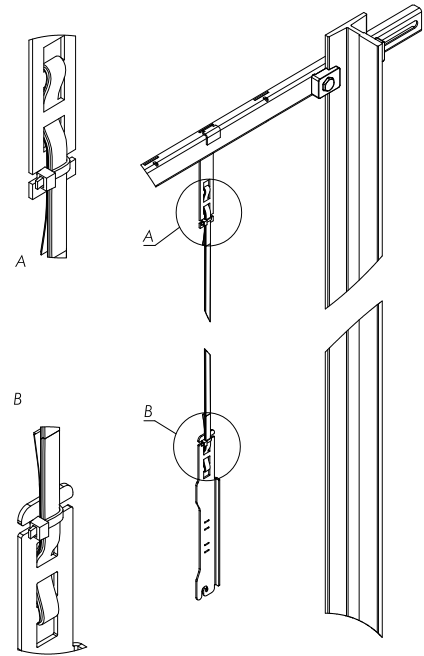

FIG 4
- D Der Bandhalter muss bei diesem Schritt im Querträger sein. Fädeln Sie nun das Band in den Bandhalter wie im Bild gezeigt. Achten Sie auf die Orientierung des Bandes. Die Magnetseite muss später zum Sensorkörper zeigen. Das Prinzip funktioniert wie ein selbsthemmender Gürtel. Lassen Sie mindestens 20 cm Band überstehen und drücken Sie das Band im Bandhalter flach. Ein Knick im oberen Bogen ist gewünscht. Sichern Sie zum Schluss das Band mit einem Kabelbinder am unteren Ende des Bandhalters (siehe FIG4).
- E This step must be done with the clamp inside the crossbeam. Thread the tape through the clamp and back down, as shown. Mind the orientation of the tape – the magnet side must face the sensor body later on. Basically, the fixture works like a self-locking belt. Leave at least 20 cm tape at the spare end. Press the loops flat in the clamp. There should be a break in the upper loop. In the end, secure the tape with a cable tie at the bottom of the clamp (see FIG 4).
- F Cette étape doit être effectuée avec l'attache insérée dans la traverse. Glissez la bande dans l'attache puis repassez. Attention au sens de la bande - la face magnétique doit être située du côté du corps du capteur. Laissez au moins 20 cm de bande dépasser l'extrémité de l'attache. Tirez alors sur la bande pour replier la boucle et sécuriser la en installant un serre câble (voir FIG 4).
- D Nach dem Verlegen des Bandes im Aufzugschacht, bringen Sie den Bandhalter für Positionsschalter am unteren Ende des Bandes an. Lassen sie mindestens 20 cm Band überstehen und drücken Sie das Band im Bandhalter flach. Ein Knick im unteren Bogen ist gewünscht. Sichern Sie zum Schluss das Band mit einem Kabelbinder am oberen Ende des Bandhalters (siehe FIG 4).
- E After the tape has been installed in the shaft, fix the tape fixture for the position switch to the lower end of the tape. Leave at least 20 cm at the spare end and press the loop flat in the clamp. There should be a break in the lower loop. The end, secure the tape with a cable tie at the top of the clamp (see FIG 4).
- F Une fois la bande installée dans la cage d'ascenseur, installez à l'extrémité basse de la bande l'attache pour interrupteur Laissez au moins 20 cm de bande dépasser l'extrémité de l'attache. Tirez alors la bande pour replier la boucle et sécurisez la en installant un serre câble (voir FIG 4).